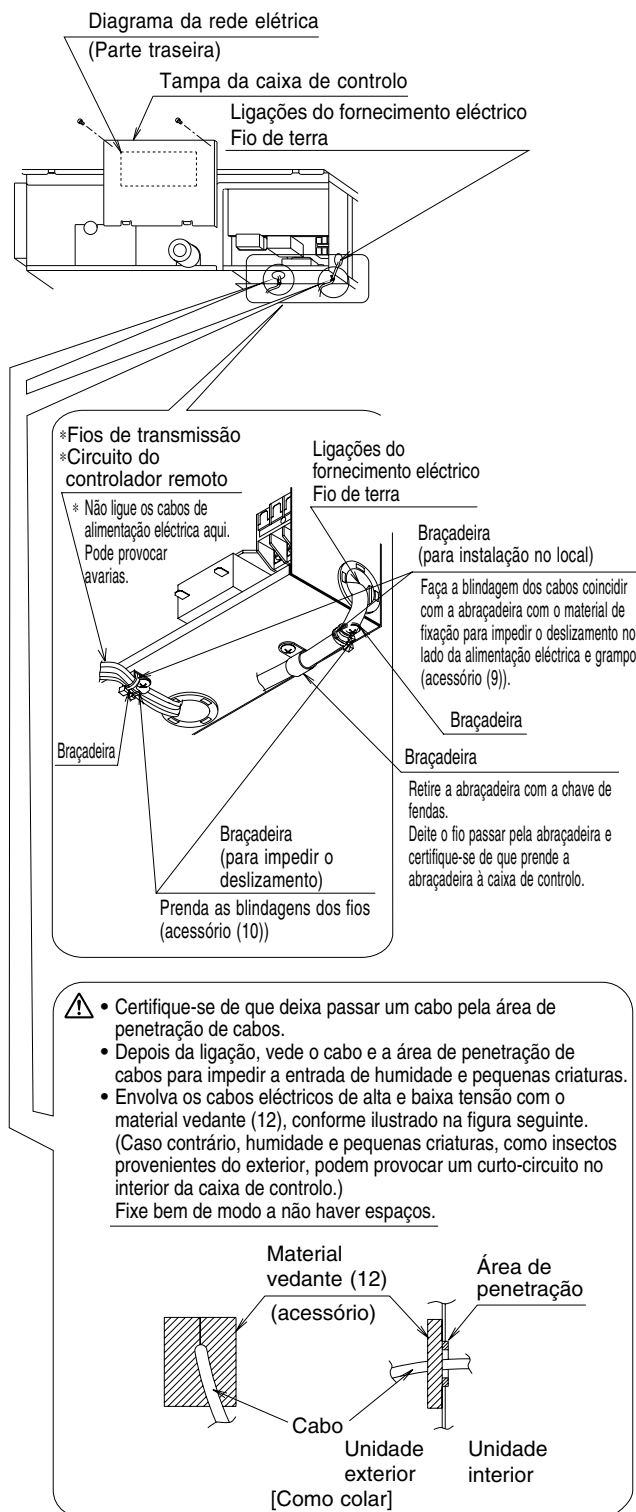

Fig. 14
Prenda bem os cabos com as braçadeiras (9) (10) disponibilizadas como acessórios Fig. 14 para que não seja aplicada tensão sobre as áreas de ligação dos cabos.
- Fazer a ligação somente após remover a tampa da caixa de controlo conforme ilustrado na Fig. 14.
- Ao prender os cabos, utilize o material respectivo (9) e (10) fornecido para o efeito, conforme ilustrado na Fig. 14, para impedir que as ligações dos cabos estejam sujeitas a pressões exteriores, e fixe com firmeza.